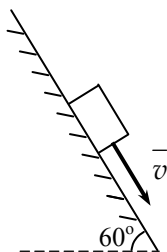

Рис. 48
24. Материальная точка массой m опускается по шероховатой наклонной плоскости под углом $\alpha = 60^\circ$ под действием силы Q , сонаправленной движению (рис. 48). Известна сила трения $F_{\text{тр}}$. Запишите дифференциальное уравнение движения точки.